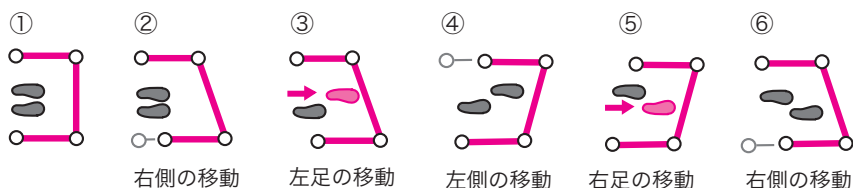

図 4-6 交互型歩行器を試用する時の足の運び
- 片側を前に出すとき、逆側の足を出します。支持基底面の中に重心を保つためです。この歩行動作は固定型より難しい場合があります。(図4-6)